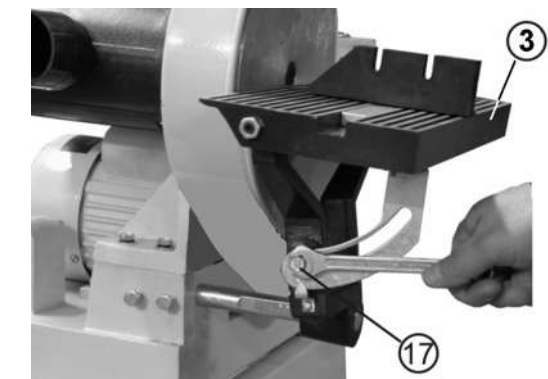

Рис.7
9.1.1. Ослабьте болт (17) скобы со шкалой и установите рабочий стол (3) на нужный угол от 0° до 45°, Рис.7.